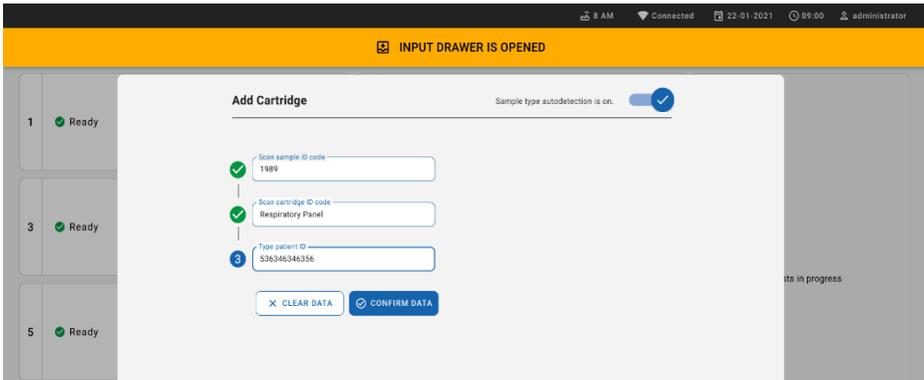

Figura 58. Introducción del ID del paciente.
9. Introduzca el ID del paciente (el ID del paciente debe estar **on** [activado]) y, después, confirme los datos (figura 58).